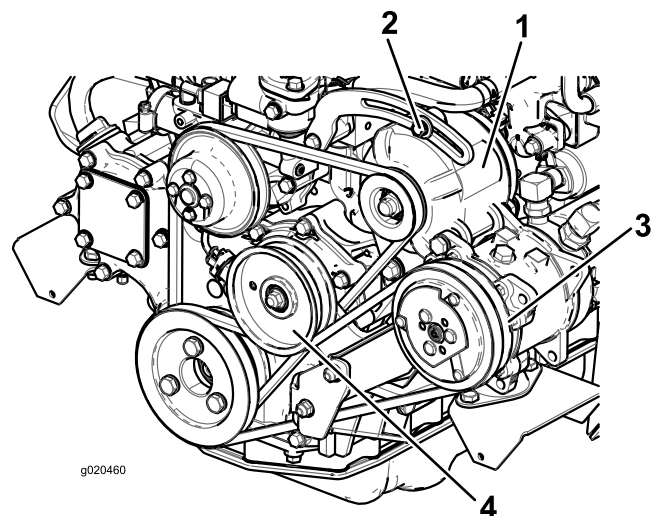

Figura 96
Se la flessione non è di 10 mm, allentate i bulloni di fissaggio dell'alternatore (Figura 96).
2. Se la flessione non è di 10 mm, allentate il bullone di fissaggio della puleggia tendicinghia (Figura 96).